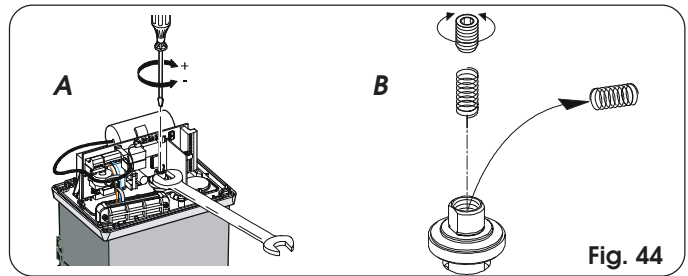

Fig. 44
- 2) Mantenga bloqueado el árbol motor utilizando una llave inglesa y manipule el tornillo de regulación del embrague con una llave Allen o destornillador, como se indica en la Fig. 44 Ref. A.
- **El operador se entrega de origen con el muelle de regulación del embrague para cancelas de hasta 1000 Kg. Para cancelas de peso superior, hay que utilizar el muelle alternativo suministrado en dotación. Para sustituir el muelle, proceda como se indica en la Fig. 44 Ref. B.**